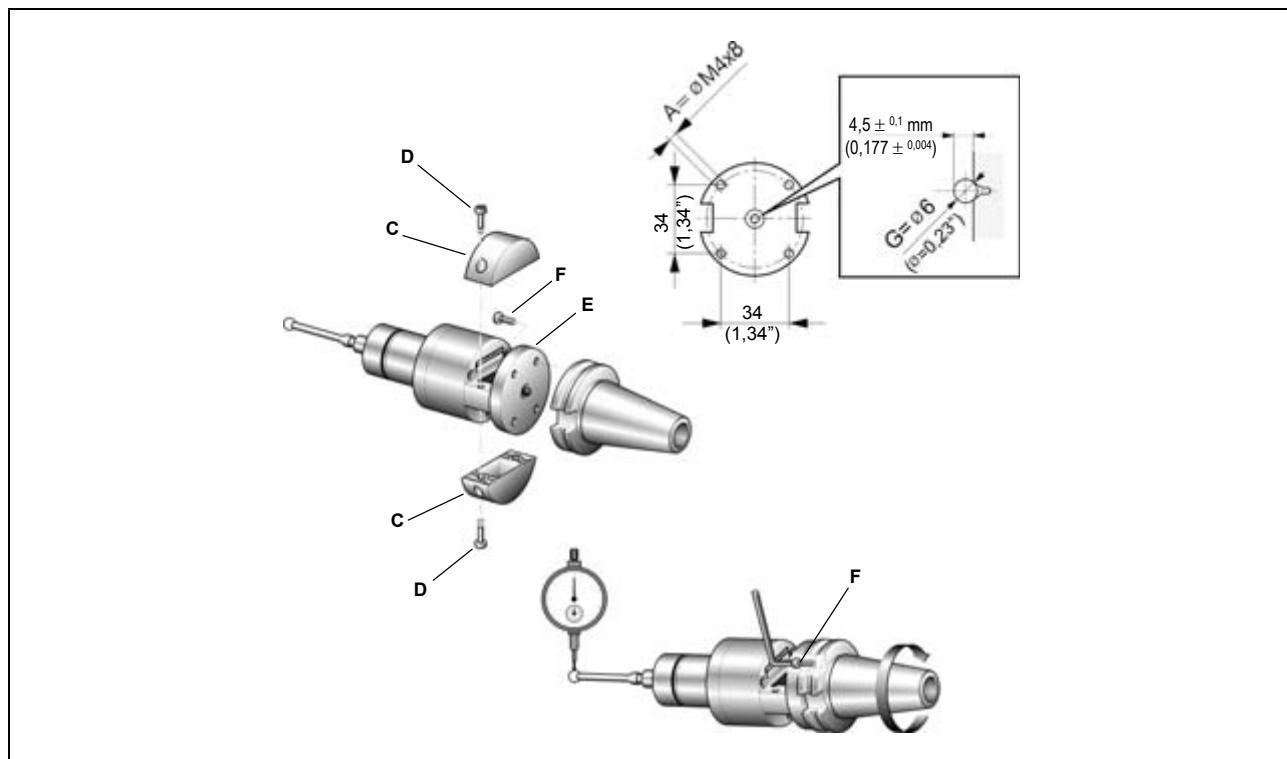

Figura 12-1
- Praticare sul cono quattro fori filettati M4x8 (**A**) e una svasatura centrale (**B**) come indicato in Figura 12-1.